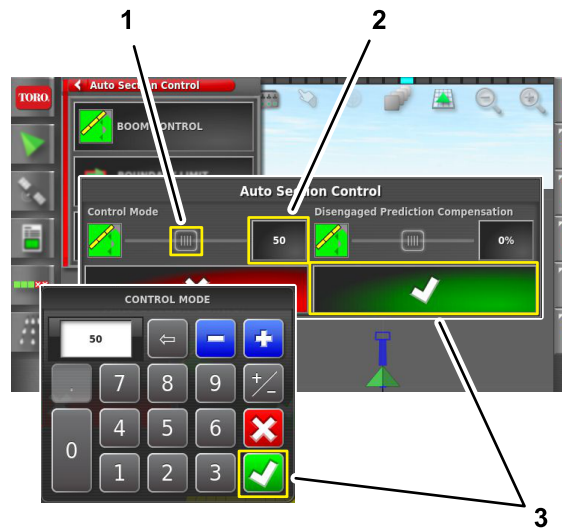

Рисунок 108
3. Отрегулируйте настройку режима управления (Рисунок 108) следующим образом:
- Нажмите на значок поля ввода значения, введите значение с помощью клавиатуры на дисплее и нажмите на значок подтверждения (Рисунок 108).
- Переместите движок на экране влево или вправо (Рисунок 108).